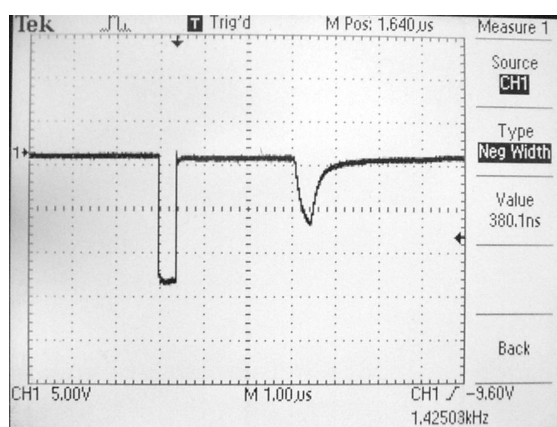

Рисунок 133
6) Отключить БД от кабеля линии связи, подключить осциллограф к выходу БД, наблюдать на экране осциллографа зондирующие и отраженные импульсы (рисунок 133).